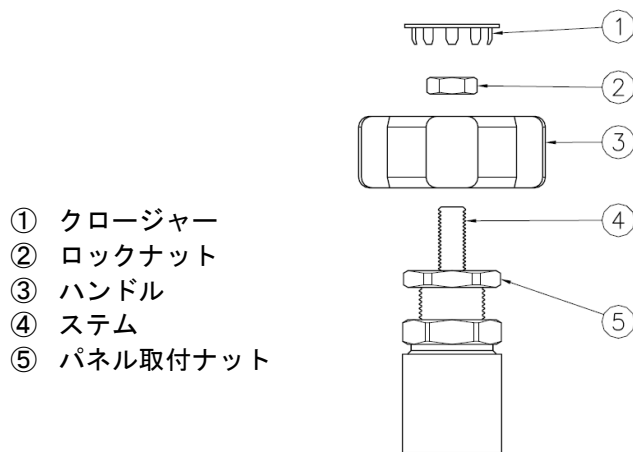

図1 パネル取付ナット付きバルブ（AP3260、AP3262、AP3600、AP3604、AP4600）
A. ハンドルの取り外し（図1参照）
- ③ハンドルを時計回りに完全に止まるまで回してバルブを閉じてください。
- 小型のマイナスドライバーまたは類似する工具を使用し、①クロージャーを③ハンドルの上部から取り外します。
- ③ハンドルをしっかり固定し、1/2 ソケットレンチで②ロックナットを緩め、②ロックナットと③ハンドルをバルブから取り外します。
B. パネル取付（図1参照）
- ⑤パネル取付ナットをバルブから取り外します。
- パネルの穴にバルブを通し、希望の位置に配置、配管を取り付け、⑤パネル取付ナットをバルブ本体に取り付けます。
- 1インチレンチを使用し、⑤パネル取付ナットをパネルにしっかり締め付けます。
C. ハンドルの取り付け（図1参照）
- ③ハンドルを④ステムに戻し、③ハンドルが止まるまで時計回りに回します。
- ③ハンドルを反時計回りに一回転させます。
- ③ハンドルを所定の位置に固定し、②ロックナットが③ハンドルに当たるまで④ステムにねじ込みます。
- ③ハンドルが回転しないよう固定し、1/2 ソケットレンチで③ハンドルに対して②ロックナットを締め付けます。（推奨締め付けトルクは8.5Nm）
- ①クロージャーを③ハンドルの上部に押し込み取り付けます。